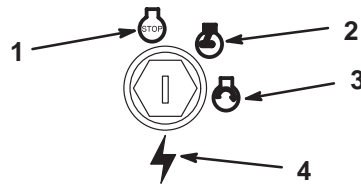

Figure 8
6. Tournez la clé de contact en position de démarrage (Fig. 8) pour activer le démarreur. Relâchez la clé quand le moteur démarre.
3. Tournez la clé de contact en position contact coupé (Fig. 8).